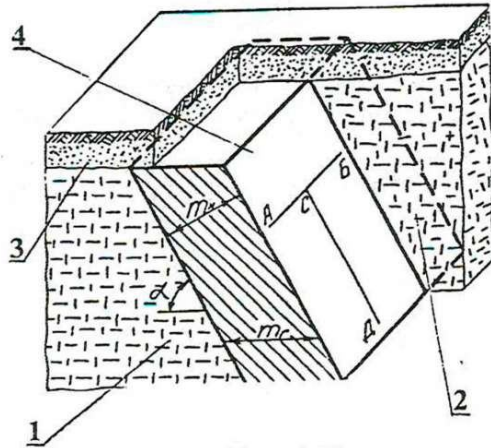

Рис. 1.28
20. Каким горно-техническим термином обозначается участок, изображенный на рис.1.28 цифрой 1?